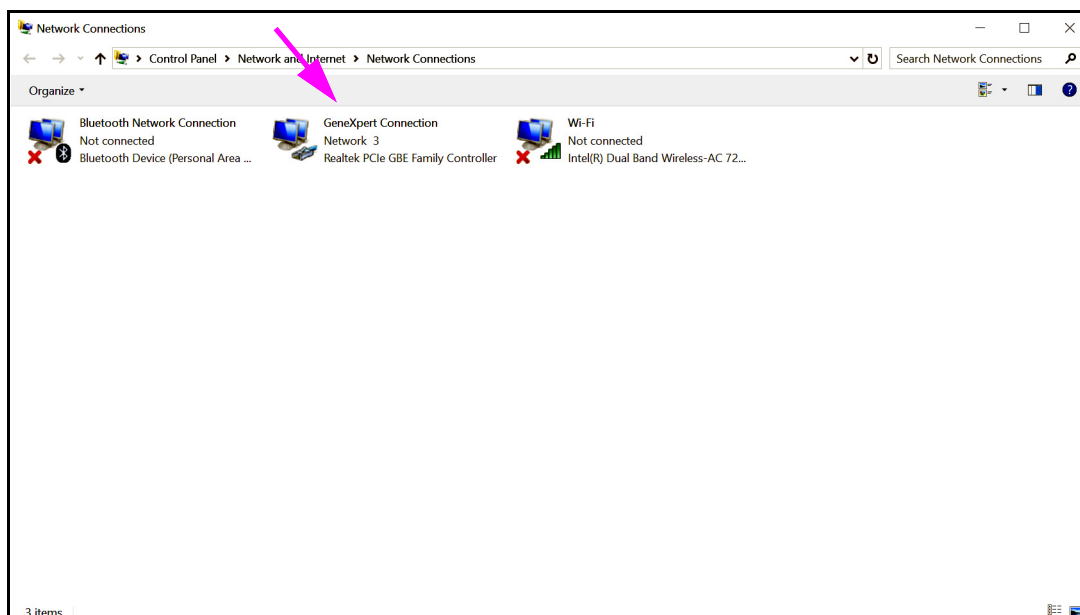

Figura 2-46. Pantalla Network Connections (Conexiones de red)
5. Haga clic en **Change adapter settings (Cambiar configuración del adaptador)**. Aparece la ventana **Network Connections (Conexiones de red)**. Consulte la figura 2-46.